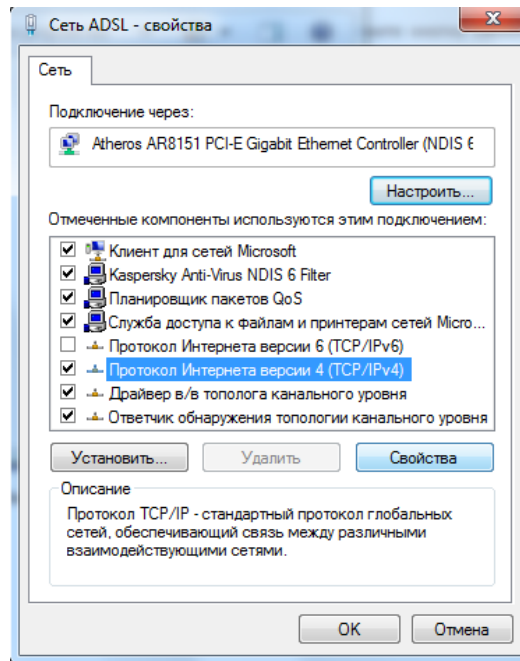

Рис. 12.8. Выбор свойств протокола TCP/IP
- В открывшемся окне на вкладке *Общие* выделите элемент *Протокол Интернета (TCP/IP)* и нажмите кнопку *Свойства* (Рис. 12.8).